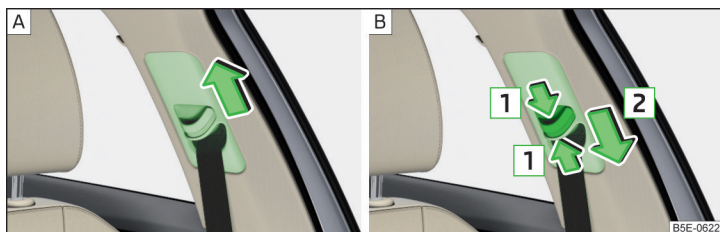

Fig. 18 Réglage de la hauteur de la ceinture sur les sièges avant
- ▶ Tirer la tige vers le haut dans le sens de la flèche » fig. 18 - [A].
- ▶ ou : Enfoncer la protection dans le sens de la flèche **1** et déplacer la tige vers le bas dans le sens de la flèche **2** » fig. 18 - [B].